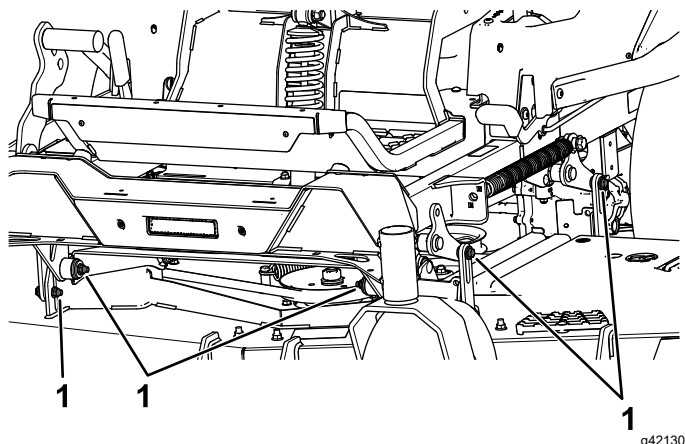

Figure 95
7. Enlevez et conservez les boulons et écrous de chaque côté de la machine (Figure 95).